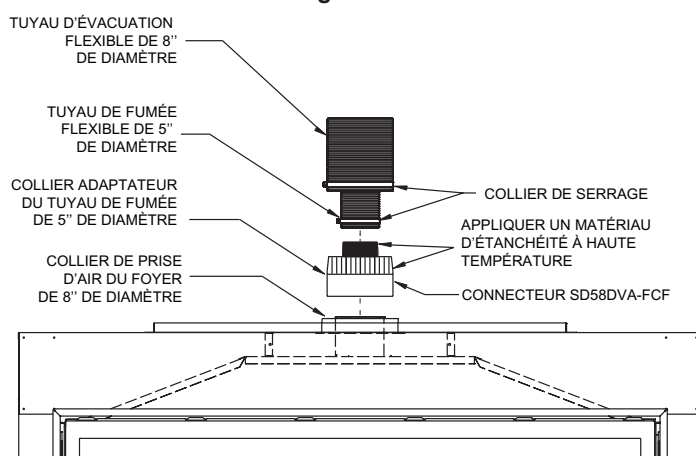

Figure 62b
AVIS : Pour l'installation de conduits d'évacuation flexible sur les foyers qui ont des colliers de tuyau de fumée et de prise d'air à égalité avec le dessus du foyer, il est conseillé d'utiliser un connecteur SD58DVA-FCF. Pour utiliser un connecteur SD58DVA-FCF, il faut enlever (ou couper) l'adaptateur de 5 po (127 mm) de diamètre du conduit d'évacuation flexible DVVK5F. Voir l'étape 10b et la Figure 62b.
- 10a. Appliquer de la pâte d'étanchéité à l'extérieur de l'adaptateur du conduit de fumée puis raccorder au tuyau de fumée flexible. Ensuite, introduire l'adaptateur dans le conduit de fumée du foyer. Fixer l'adaptateur au conduit de fumée du foyer avec un minimum de deux vis fournies. Voir Figure 62b.
- 10b. Si un connecteur SD58DVA-FCF est utilisé, appliquer de la pâte d'étanchéité à l'intérieur du conduit de fumée flexible de 5 po (127 mm) de diamètre, puis raccorder le conduit de fumée flexible de 5 po (127 mm) à la sortie raccordement du connecteur SD58DVA-FCF. Utiliser un collier de serrage de 5 po (127 mm) de diamètre et un minimum de deux vis pour fixer le conduit de fumée flexible au connecteur SD58DVA-FCF. Voir Figure 62b.